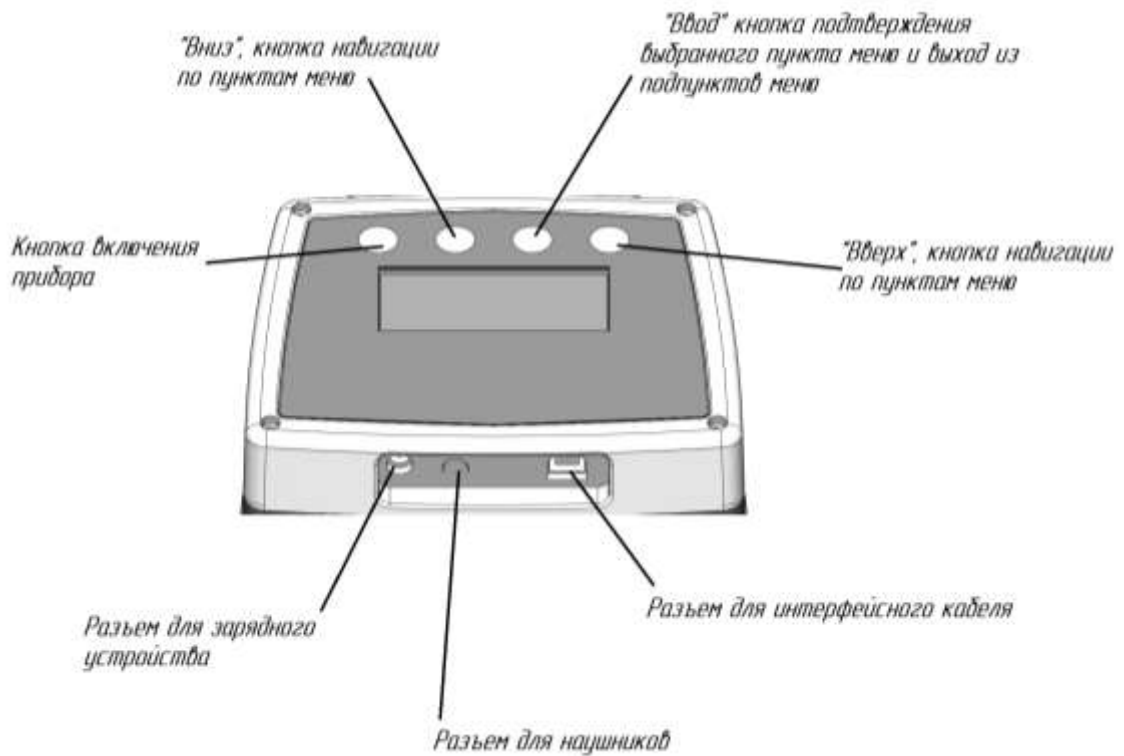
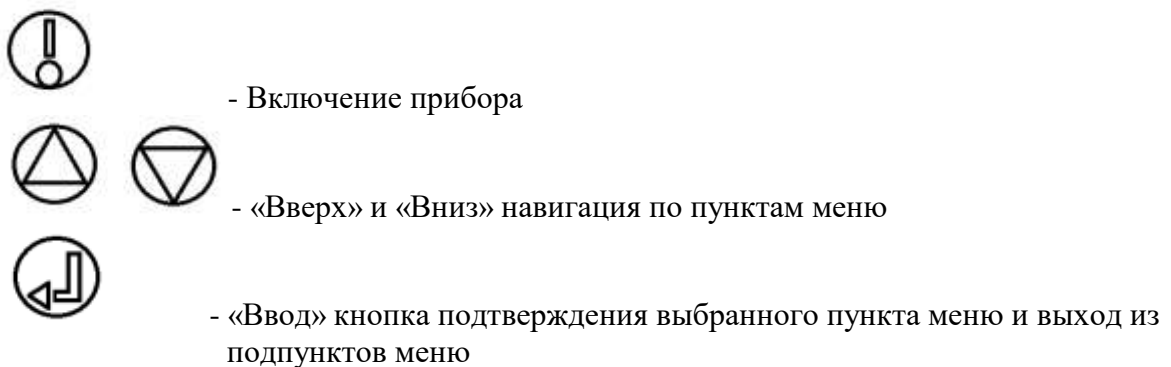

Рисунок 2
Рисунок 3
2.3.2.1 Для работы с изделием необходимо следующее (см. рисунок 2 и рисунок 3):